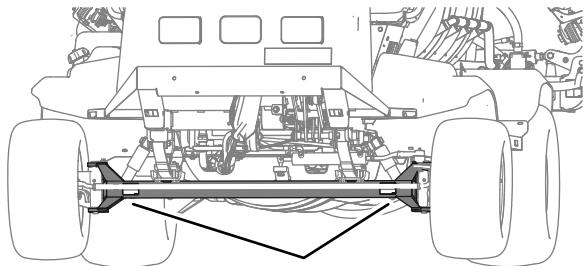
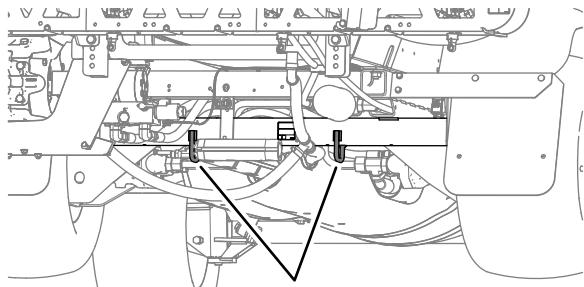

図 53
図 54
- 本機をトラックなどに載せて確実に固定する図 53 と図 54 に示すロープ掛けポイントを利用する。